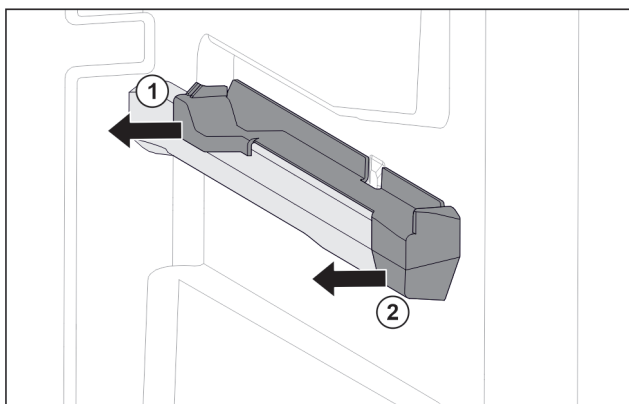

Fig. 107 Insteekelement op rechter containerrib
- Insteekelement achter naar de zijkant toe eraf trekken. Fig. 107 (1)
- Insteekelement voor naar de zijkant toe eraf trekken. Fig. 107 (2)